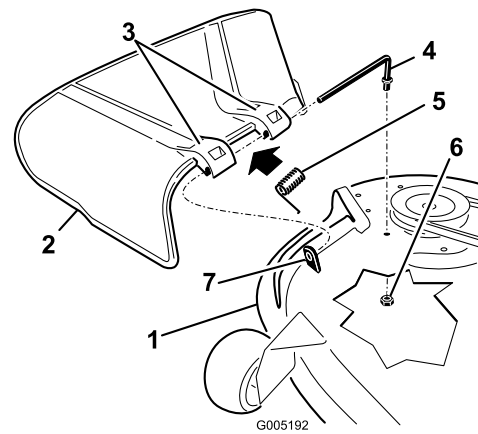

Figura 49
1. Localice los elementos mostrados en la Figura 49.
2. Retire la tuerca (3/8 pulg.) de la varilla (debajo del cortacésped) (Figura 49).
3. Deslice la varilla para retirarla del espaciador corto, de la arandela de freno interna, del muelle y del deflector de hierba (Figura 49). Retire el deflector de hierba dañado o desgastado.
4. Cambie el deflector de hierba y la arandela de freno interna (Figura 49).
6. Coloque el muelle sobre la varilla, con los extremos de los alambres hacia abajo, y entre los soportes del deflector de hierba. Deslice la varilla por el segundo soporte del deflector de hierba y por la arandela de freno interna (Figura 49).
7. Introduzca la varilla, en la parte delantera del deflector de hierba, por el espaciador corto de la plataforma. Fije el extremo trasero de la varilla en el cortacésped con una tuerca (3/8 pulg.) (Figura 49).